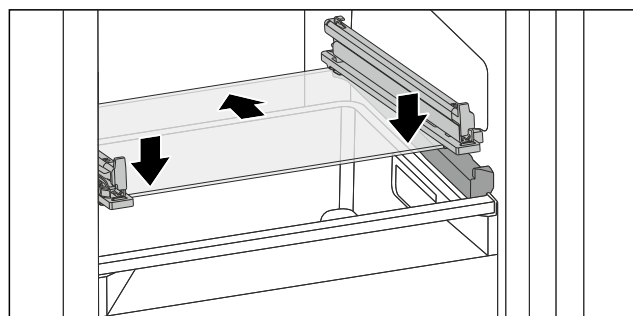

Fig. 132 Glasplatte des abklappbaren Schubfachs
- Glasplatte schräg hinter den Stopperrn aufsetzen. (siehe Fig. 132)